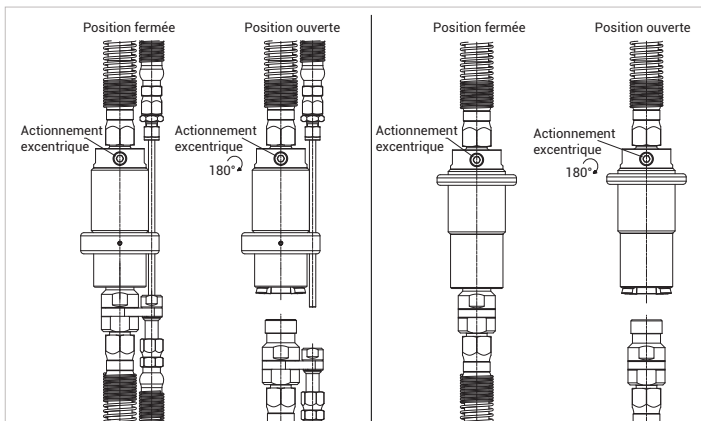

Figure 11
- ▶ Tourner l'actionnement excentrique (pos. 2) de 180° à l'aide d'une clé Allen SW6 (*Figure 11*) ➔ les mâchoires de serrage s'ouvrent
- ▶ Introduire l'insert d'about (pos. 7), avec le flexible de remplissage monté, dans le corps d'accouplement (pos. 1) et, le cas échéant, la conduite de retour du gaz (pos. 6).
- ▶ Fermer les mâchoires de serrage en tournant l'actionnement excentrique vers l'arrière (pos. 2) avec la clé Allen SW6.
- ▶ Vérifier le bon serrage des mâchoires autour de l'insert d'about (pos. 7).